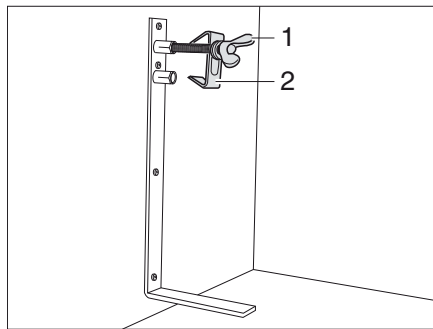

Fig. 173 Etrier de roue de secours
- Desserrer la vis (Fig. 173,1) et l'enlever avec le centrage (Fig. 173,2).